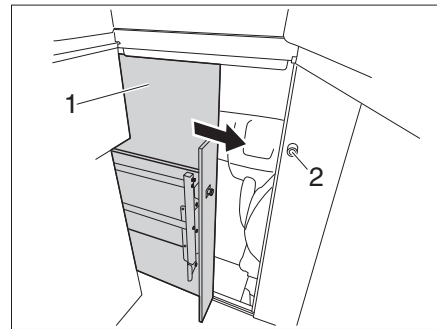

Bild 57 Schloss Fahrerhaus
- ▷ Nur mit gesicherter Tür (Bild 57,1) fahren.
- Tür (Bild 57,1) zuschieben, bis sie im Schloss einrastet.
- Den Griff (Bild 57,2) entgegen dem Uhrzeigersinn drehen, bis die Tür verriegelt ist.
- Den Griff (Bild 57,2) im Uhrzeigersinn drehen, bis die Tür entriegelt ist.
- Die Tür (Bild 57,1) aufschieben und sichern.